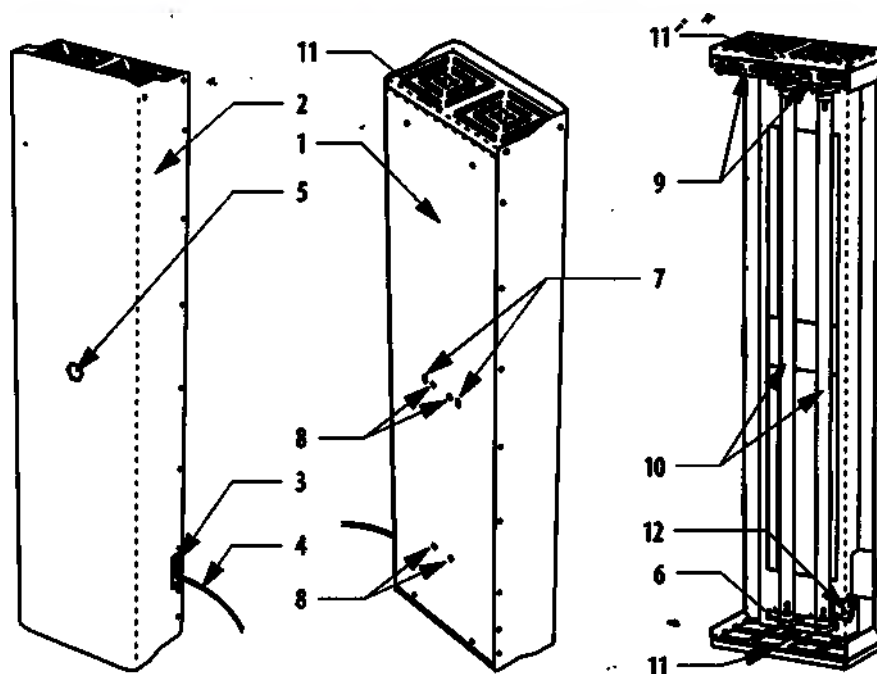

Рисунок 4. Общая конструкция облучателя-рециркулятора ОВУ-04, ОВУ-05, ОВУ-06 (ОВУ-04.1, ОВУ-05.1, ОВУ-06.1).
- 4.5.3. Сборка осуществляется согласно рис. 4 поз. 2 и паспорта передвижной подставки, идущего в комплекте поставки.